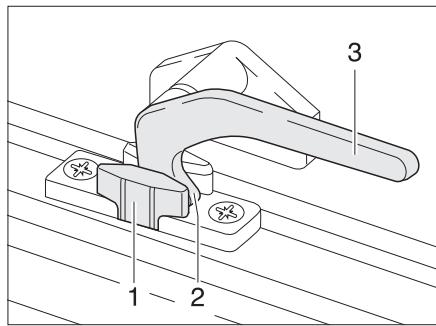
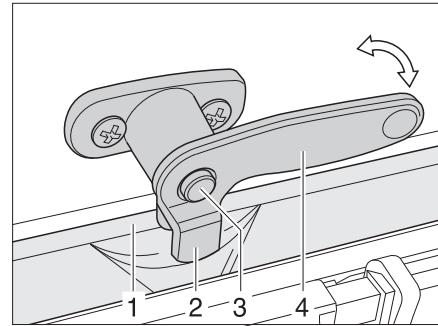

Fig. 73 Palanca de bloqueo en posición "Ventilación continua"
Fig. 74 Palanca de bloqueo con botón de seguridad en posición "Ventilación continua"
- En la posición "Ventilación continua" (Fig. 73)
- Caso disponible, presionar y mantener presionado el botón de seguridad (Fig. 74,3).
- Girar la palanca de bloqueo (Fig. 73,3 ó Fig. 74,4) un cuarto de vuelta hacia la mitad de la ventanilla.
- Girar de nuevo hacia atrás la palanca de bloqueo. El saliente de bloqueo (Fig. 73,2 ó Fig. 74,2) se ha de introducir para ello en el rebaje del bloqueo de la ventanilla (Fig. 73,1 ó Fig. 74,1).